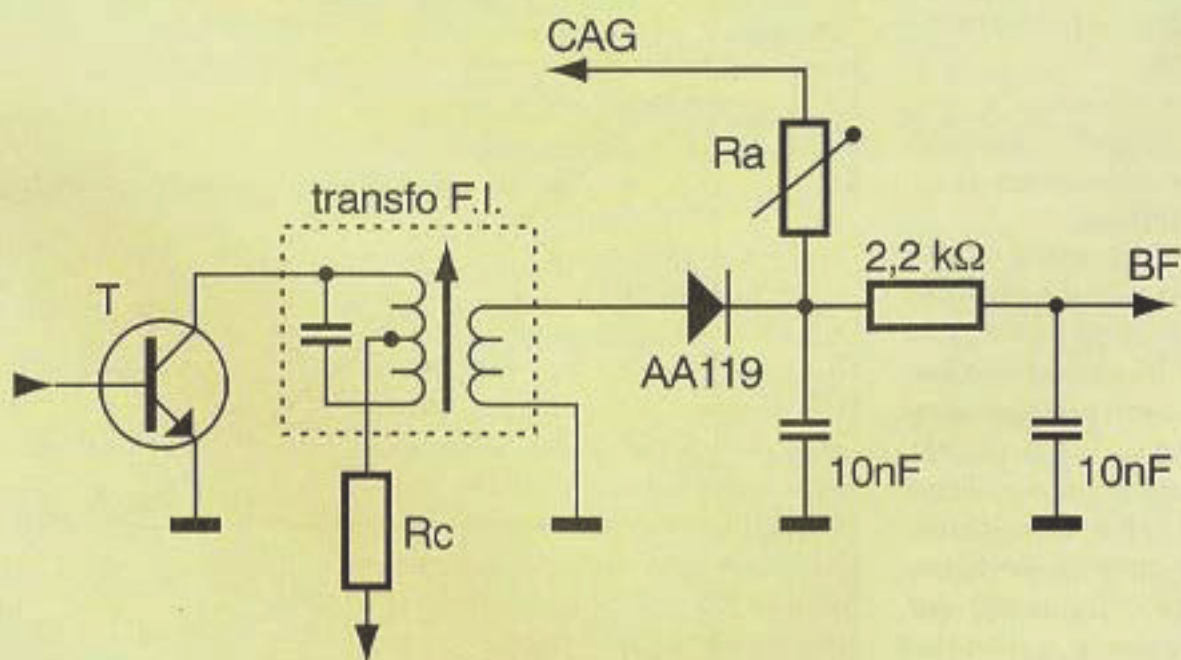

Figure 7. Détecteur à diode germanium à pointe.
figure 7 nous donne un schéma typique d'application, celui de la démodulation en sortie d'un étage de fréquence intermédiaire (FI) d'un récepteur de radio en AM.